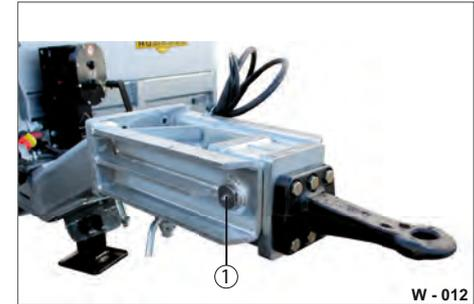

Abb. 15 Schwenkachse schmieren
- ▶ Mit einer Fettpresse die Schwenkachse am Schmiernippel (Abb. 15/1) bis zum Fettaustritt abschmieren.